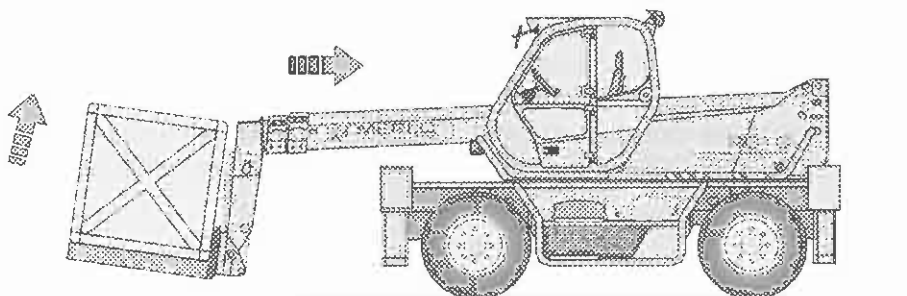

Fig.7
- den Anbaurahmen um einige Grade nach oben drehen und den Teleskoparm vollkommen einfahren (Abb.7)